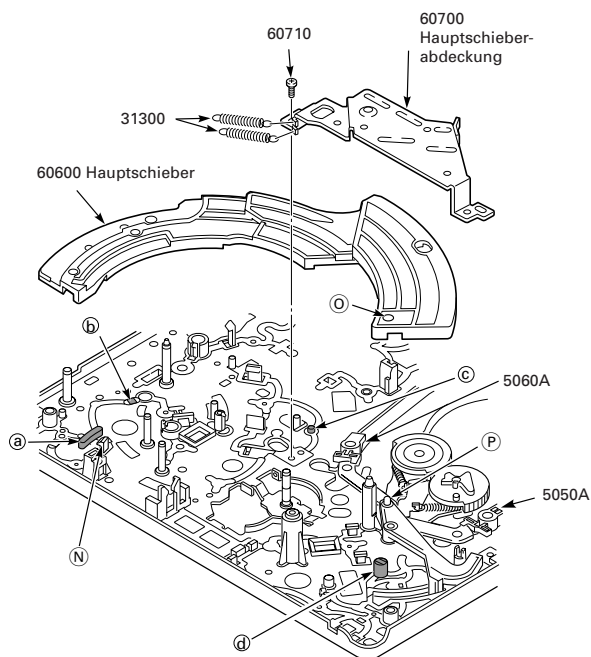
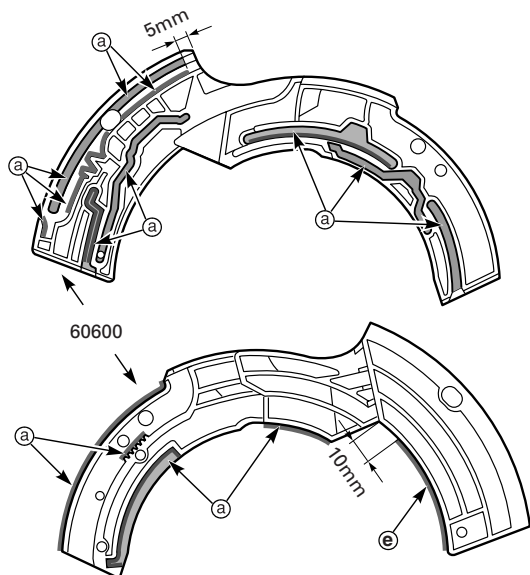

Fig. 8.23
Fig. 8.24
- Schraube (60710) herausdrehen und Hauptschieberabdeckung (60700) entnehmen (Fig. 8.23).
- Rasthaken (N) ausrasten und Hauptschieber (60600) herausnehmen (Fig. 8.23).
Hinweis: Vor dem Einbau des Hauptschiebers (60600) müssen die Fädelschlitten (5050A und 5060A) in die **Eject**-Position gebracht werden (Fig. 8.23). Beim Einbau die rechte Seite des Hauptschiebers (60600) etwas anheben, zuerst linke Seite in den Rasthaken (N) schieben und das Loch (O) nach dem Stift (P) des Bandzugfühler-Steuerhebels (40400) ausrichten.
- Verwenden Sie zum Schmieren des Hauptschiebers (60600) ausschließlich das Schmiermittel **75988 061 7800** für die Schmierstellen a, b, c, d in Fig. 8.23 und a in Fig. 8.24. Für die Schmierstelle e in Fig. 8.24 verwenden Sie das Schmiermittel **75988 061 8000**.